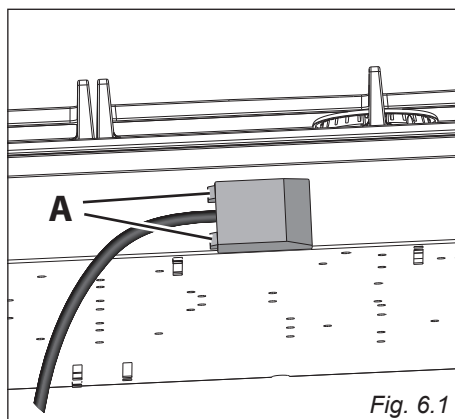

Fig. 6.1
- Løsne dekkelet til tilkoblingsboksen ved å bruke en flat skrutrekker i hjørnene "A" (Fig. 6.1).